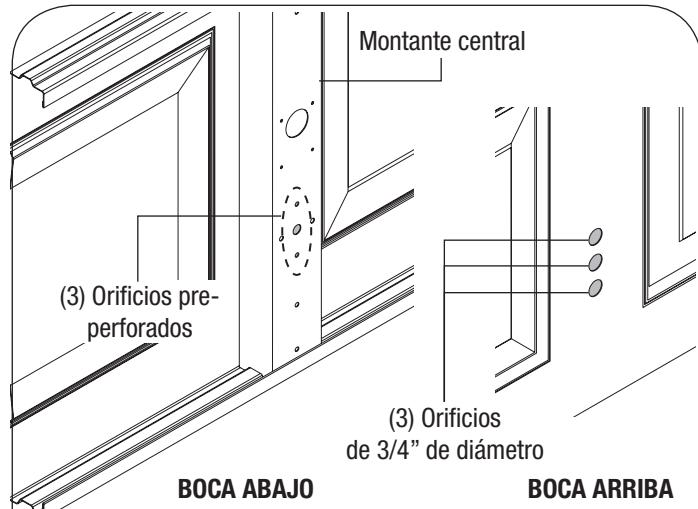

FIG. 1
EN LAS PUERTAS DE LAS 8000/8100/8200, (VER FIG.1): Coloque la sección de la cerradura boca abajo sobre (2) caballetes acolchados para una puerta simple o (3) caballetes acolchados para una puerta doble. Localice el patrón de (3) orificios en el montante central de la sección de la cerradura. Use los (3) orificios como plantilla para taladrar (3) orificios de $1/8"$ de diámetro a través de la sección. Voltee la sección, boca arriba. Con la sección boca arriba, amplíe los (3) orificios a un diámetro de $3/4"$, tenga cuidado de no taladrar por completo a través de la sección hasta el montante central.